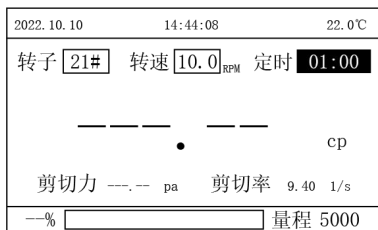
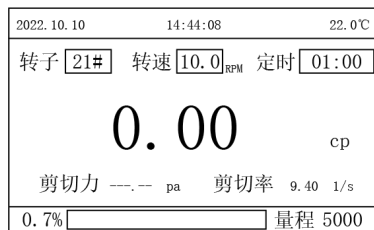

图 5
图 6
(8) 按◀或▶键可切换到定时位置，光标停在如图 5 的 01:00 的位置。当选择好转子和转速档位后，按确定键，转子开始旋转，仪器开始进行测量，屏幕显示如图 6 所示：